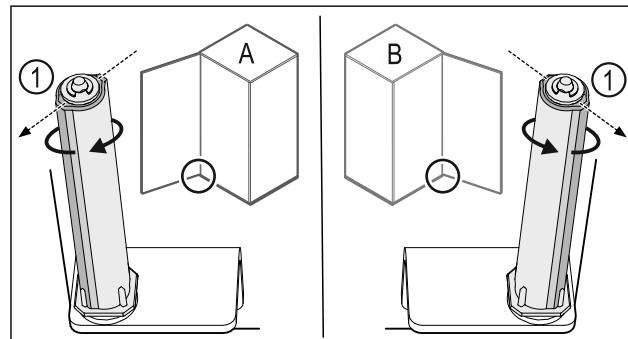

Fig. 40 Розкриття ліворуч (A) / Розкриття праворуч (B)
- ▶ Систему закриття повернати проти опору доки перемичка системи закриття Fig. 40 (1) не показуватиме назовні.